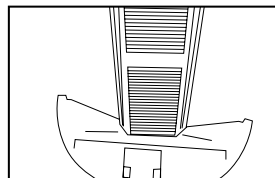

Fig. 2
2. Abra hacia afuera la bandeja hasta que las pestañas de la base de la rejilla se deslicen fácilmente fuera de la unidad. Fig. 2